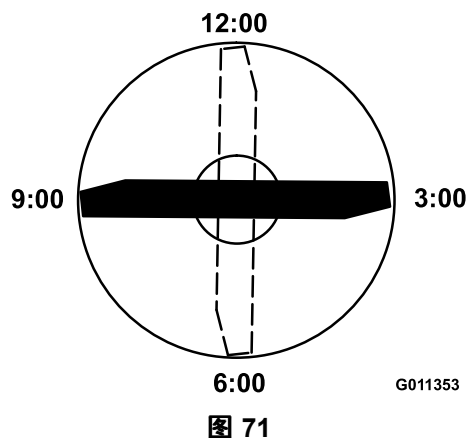

图 71
- 将刀片带标记一端的刀刃放在 12 点钟位置剪草方向的正前方并测量从桌面到刀片刀刃的高度图 71。
- 将刀片的标记端旋转至 3 点钟和 9 点钟位置并测量高度图 71。